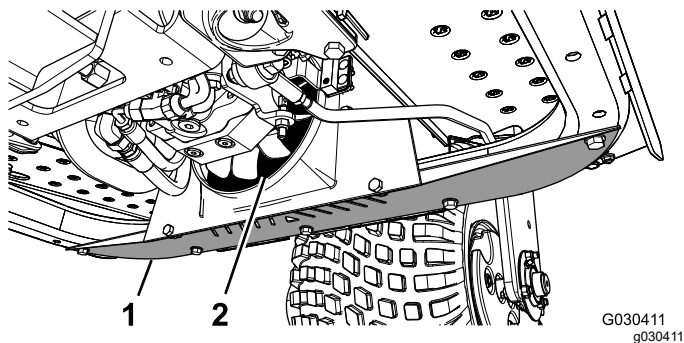

图 44
1. 卸下下护罩 图 44。
2. 使用延长管将压缩空气吹入风扇叶片之间 图 44 将杂物从其进入的方向吹出。